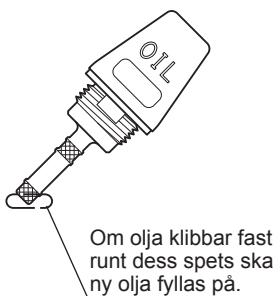

Fig. 1
- Medan du håller motorn plant, ta ur oljestickan och kontrollera så att det finns olja påfyllt inom den övre och nedre gränsmarkeringen. När det är dåligt med olja så att oljestickan snuddar oljan med spetsen, särskilt med oljestickan fortfarande isatt i vevhuset utan att vara iskruvad (Fig. 1), ska olja fyllas på igen nära öppningen (Fig. 2).